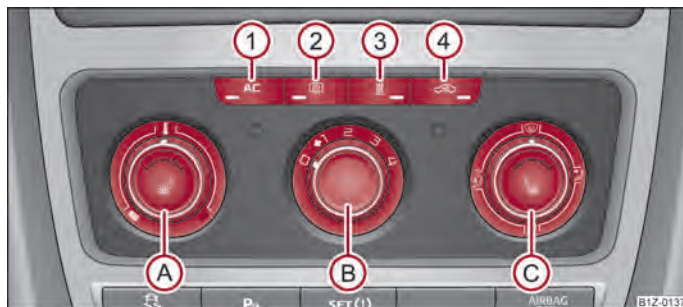

Fig. 94 Climatiseur : Eléments de commande
Le refroidissement ne fonctionne que si la touche → fig. 94 ① est enfoncée et les conditions ci-après remplies :
- Faites tourner le régulateur rotatif (A) → fig. 94 vers la droite pour augmenter la température.
- Faites tourner le régulateur rotatif (A) vers la gauche pour abaisser la température.
- Appuyez sur la touche (AC) (1) → fig. 94. Le témoin s'allume dans la touche.
- On arrête le refroidissement en appuyant de nouveau sur l'interrupteur (AC). Le témoin s'éteint dans la touche.
- Les éléments de commande Ⓐ, Ⓑ, Ⓒ et la touche ① et ④ → fig. 94.
- Appuyez sur la touche  ④ → fig. 94, le témoin s'allume dans la touche.
La circulation d'air de recyclage s'arrête automatiquement si l'on met le régulateur de diffusion d'air Ⓒ sur la position  → fig. 94. Un appui répété sur la touche  permet de réenclencher le recyclage de l'air dans cette position également. ▶